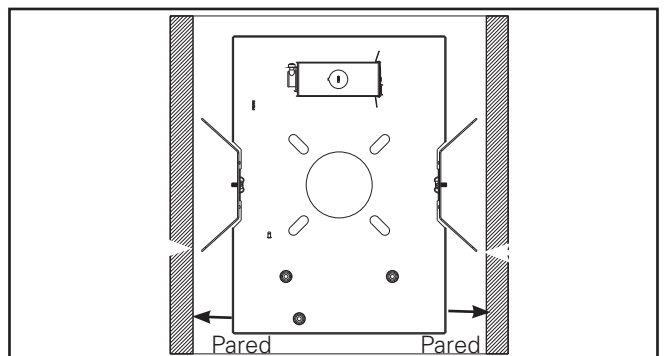

Figura 8
1. Para las molduras de lavado de pared, instale el marco según se muestra. (consulte la figura 8).